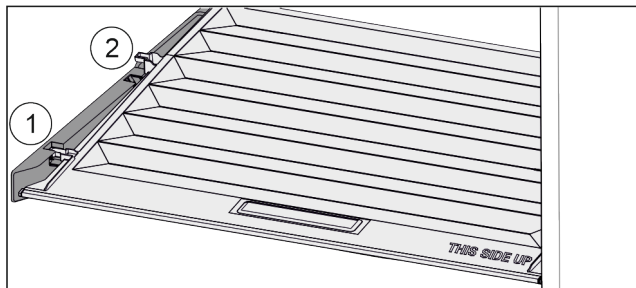

Fig. 61
- ▶ Pokrywę pociągnąć do przodu Fig. 61 (1), aż otworzy się w elementach trzymających.
- ▶ Podnieść tył od dołu i w wyjąć Fig. 61 (2) go do góry.